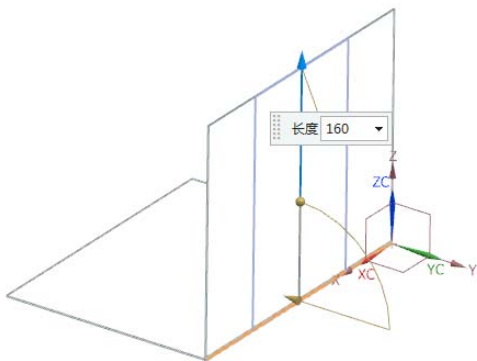

图 4-88 选择折弯边
(2) 在视图区中选择如图 4-88 所示的折弯边，并在如图 4-87 所示的对话框中设置“弯边长度”为 160，“角度”为 90，在“折弯止裂口”和“拐角止裂口”中选择“无”。